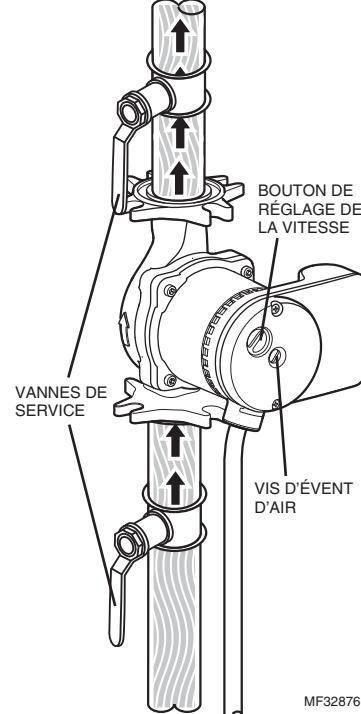

Fig. 9. Purger le circulateur en desserrant la vis d'évent d'air.
- Tourner le bouton de réglage de la vitesse dans le sens horaire pour augmenter la vitesse (voir la Fig. 9).
Rotor/arbre coincé	<ul style="list-style-type: none"> <li>• Isoler la pompe de l'alimentation.</li> <li>• Retirer la vis d'évent (voir la Fig. 9).</li> <li>• Tourner l'arbre dans le sens horaire à l'aide d'un petit tournevis.</li> <li>• Visser la vis d'évent.</li> <li>• Mettre la pompe en marche.</li> </ul>